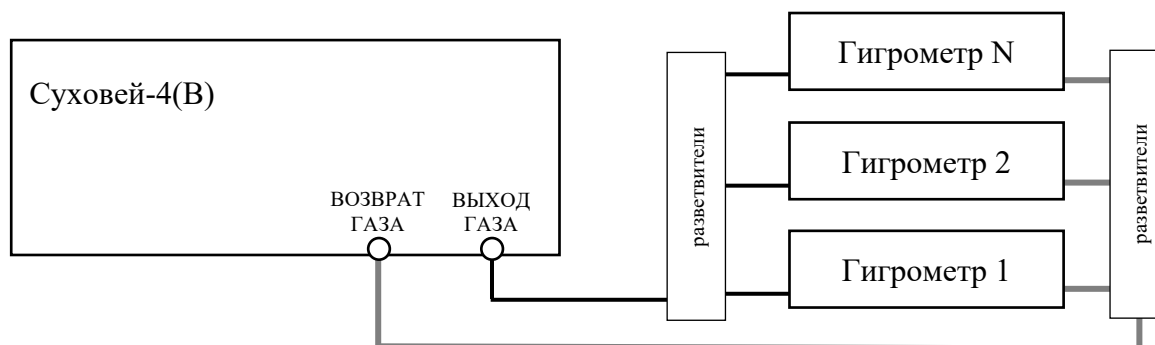

Рисунок 26 – Схема подключения 2 и более поверяемых гигрометров.
8.3.7. При одновременном подключении 2 и более гигрометров, необходимо подключать их по схеме подключения, показанной на рисунке ниже (Рисунок 26). Расход через каждое поверяемое СИ должен быть одинаковый.